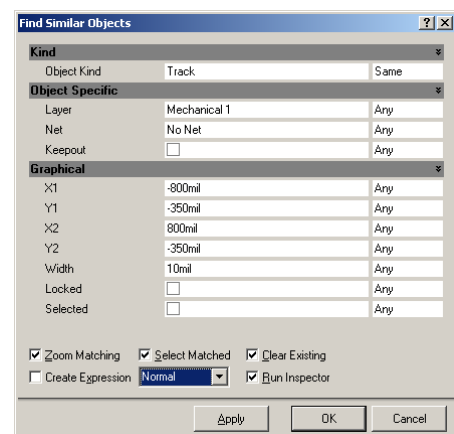

Bild 18-3 Komponenten aus dem mechanischen Layer auswählen
Nachdem die Grenzen der Leiterplatte festgelegt sind, ist zu definieren in welchem Bereich die Bauteile und Kupferflächen liegen sollen. Der Bereich der Bauelemente und Leiterbahnen wird im *Keep-Out Layer* festgelegt. Sehr häufig ist der *Keep-Out Layer* mit dem *Mechanical 1 Layer* identisch. In diesem Fall kopiert man die Geometriedaten aus dem mechanischen Layer in den *Keep-Out-Layer*. Dies geschieht am Einfachsten kann mit der Funktion *Find Similar Object...* (SHIFT + F) (siehe Bild 18-3). Hierdurch werden alle Bauelemente des *Mechanical 1 Layer* markiert. Mit der Kopierfunktion (CTRL + C) und der Tab-Umschaltung am unteren Rand des PCB-Editors auf den *Keep-Out Layer* können mit der Einfügefunktion *Edit >> Paste Special...* (EA) >> *Paste on current layer* die Abmessungen auf den *Keep-Out Layer* platziert werden.